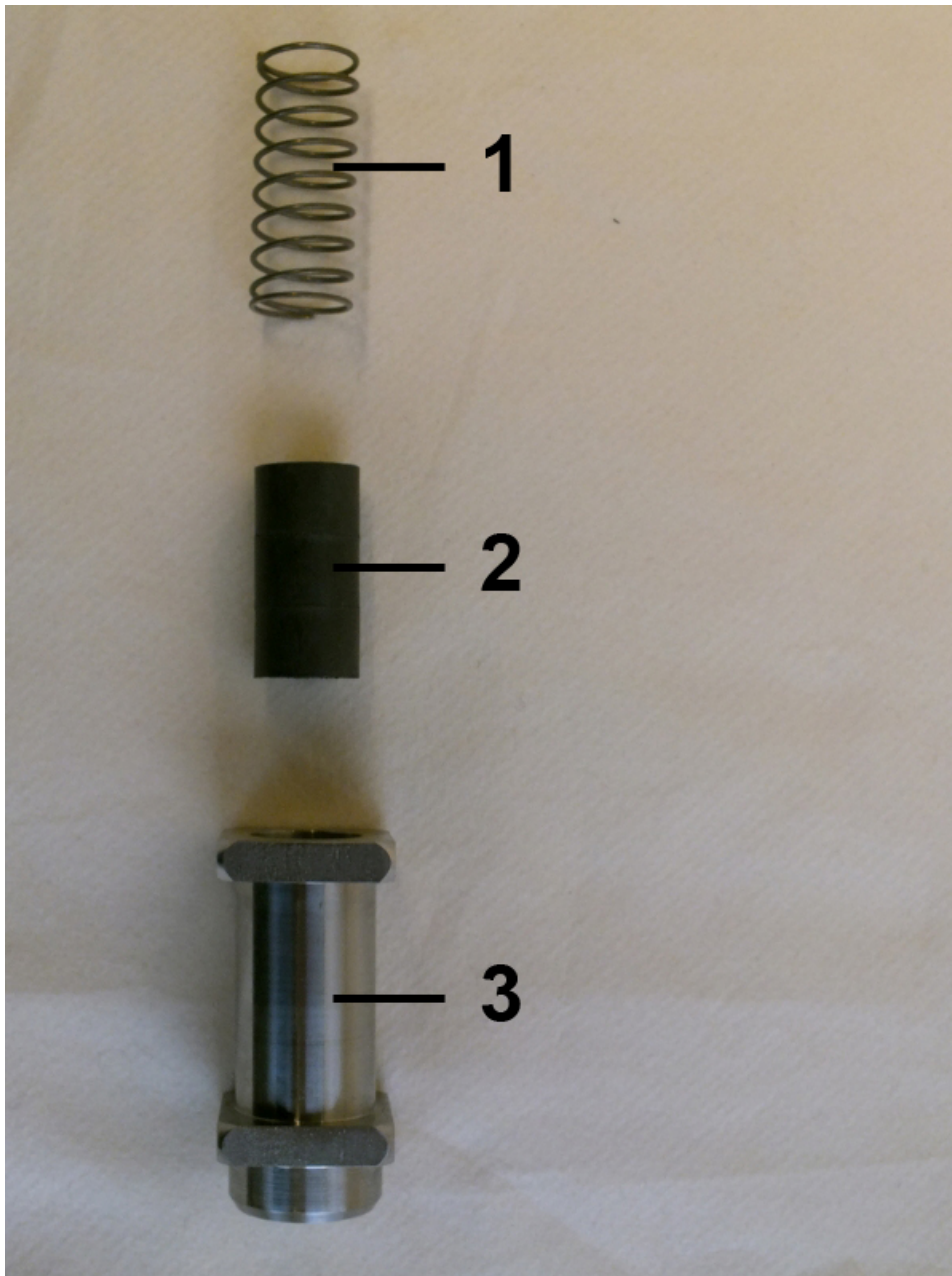

Abb. 44: Feder, Magnete und Schwebekörper
5. ➤ Feder (Abb. 44/1), Magnete (Abb. 44/2) und Schwebekörper (Abb. 44/3) als Innenteile des Strömungswächters